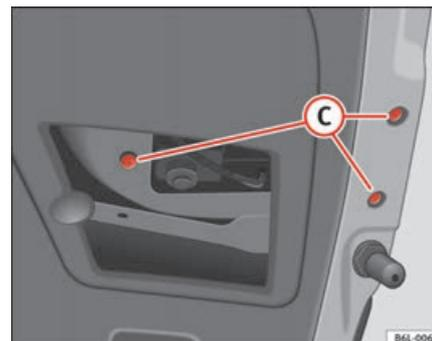

Fig. 163 Feu arrière dans le hayon
- Extraire les vis **(C)** ⇒ page 235, fig. 163 et déconnecter le connecteur.